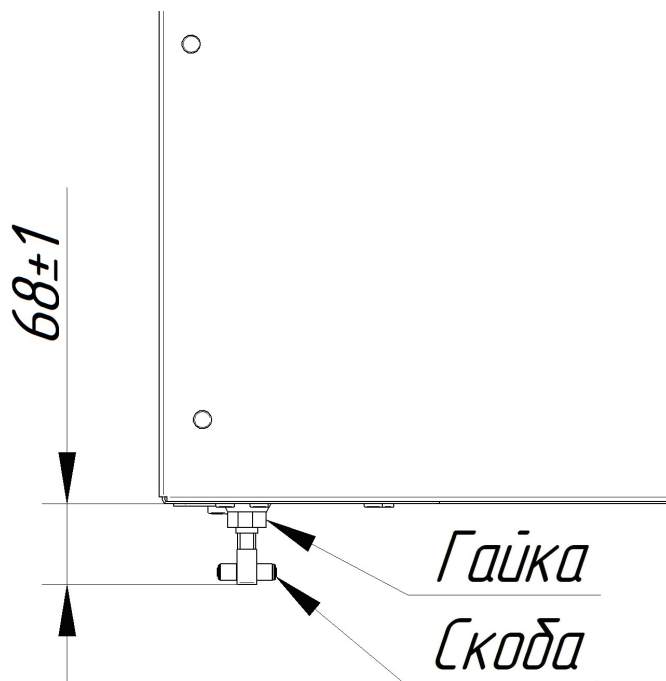

Рис. 21. Регулировка замкового устройства
При неправильной работе уплотнителя (выход пара) печи необходимо отрегулировать положение скобы (см. рис. 21). Для этого требуется выполнить:
2. отрегулировать положение скобы согласно рис. 21;